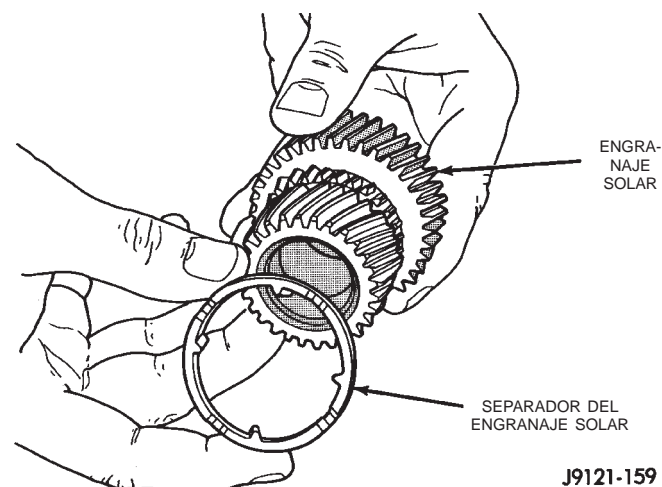

Fig. 155 Instalación del separador en el engranaje solar
(7) Instale el separador en el engranaje solar (Fig. 155).